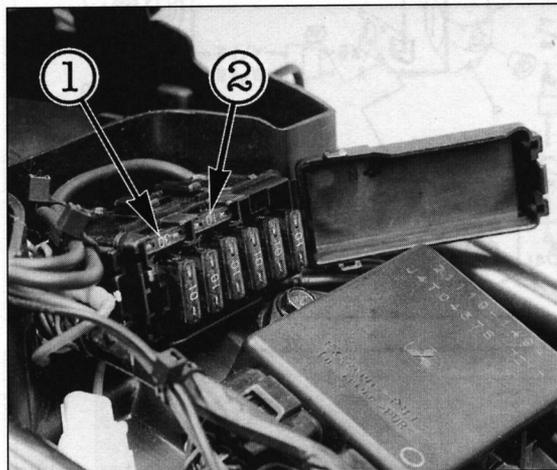

Bild 89
- Sicherung (Bild 89) mit Spitzzange aus Klemme ziehen und Reserve-Sicherung mit identischem Ampère-Wert eindrücken.